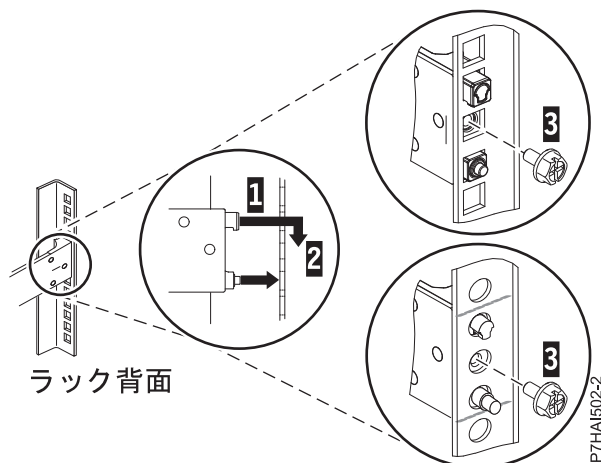

図 3. ラック背面の穴へのピンの位置合わせおよび噛み合わせ
(1)、スライド・レールを下方に下げて (2) 上部のピンのフック機構を噛み合わせます。詳しくは、図 3 を参照してください。次のステップに進む前に、2 本のピンがラックの穴から出ていることを確認してください。